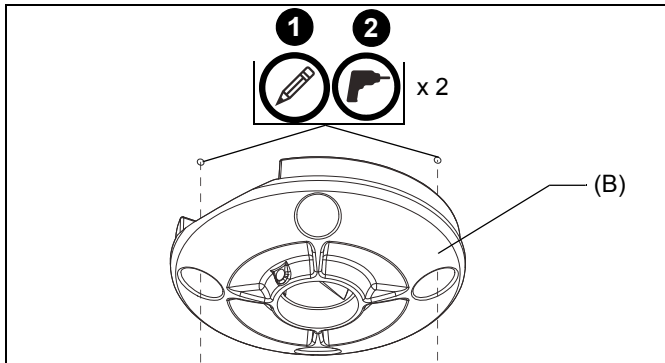

Figura 4
1. Usando a placa de teto (B) como guia, marque os locais dos orifícios de montagem (no mínimo dois) no teto. (Consulte a Figura 4)